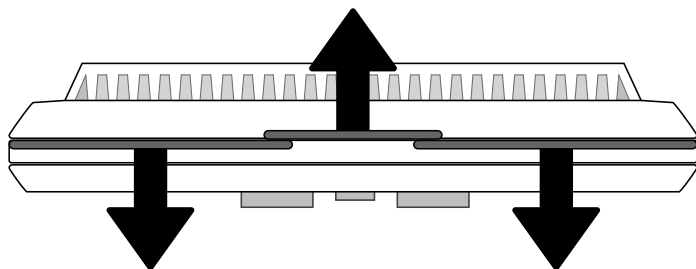

Figure 22.1
1. Séparez le corps du thermostat de la plaque de fixation en le tirant doucement (**Figure 22.1**)